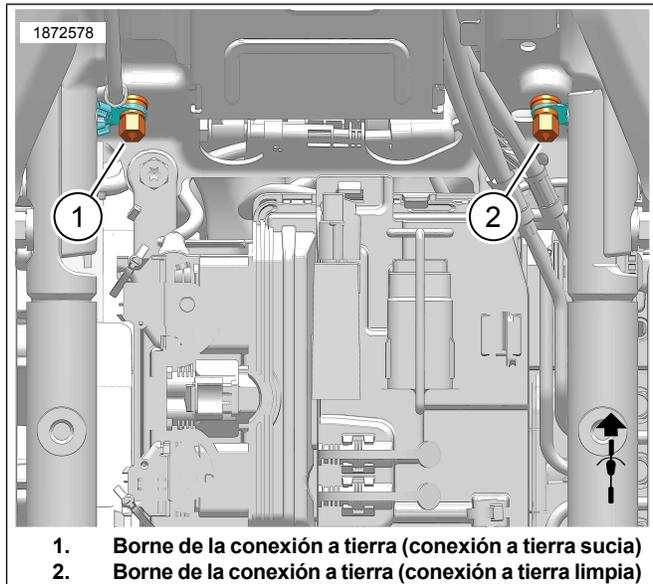

Figura 7. Ubicaciones del borne de la conexión a tierra de la caja de la batería
- Ver Figura 7 . Enrute el cable a tierra hacia arriba a través de un orificio rectangular hacia los bornes de conexión a tierra.
Ver Figura 7 . Coloque y conecte el cable de la conexión a tierra del ATM al borne de la conexión a tierra **limpia** (2). Apretar.